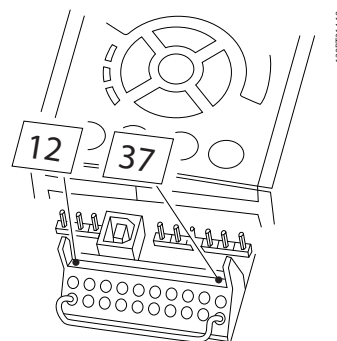

Рисунок 2.1 Перемычка между клеммой 37 и напряжением 24 В пост. тока
1. Перемычку между клеммой 37 и напряжением 24 В пост. тока следует удалить. Разрезать или разорвать перемычку недостаточно. Удалите ее полностью, чтобы исключить короткое замыкание. См. перемычку на Рисунок 2.1.